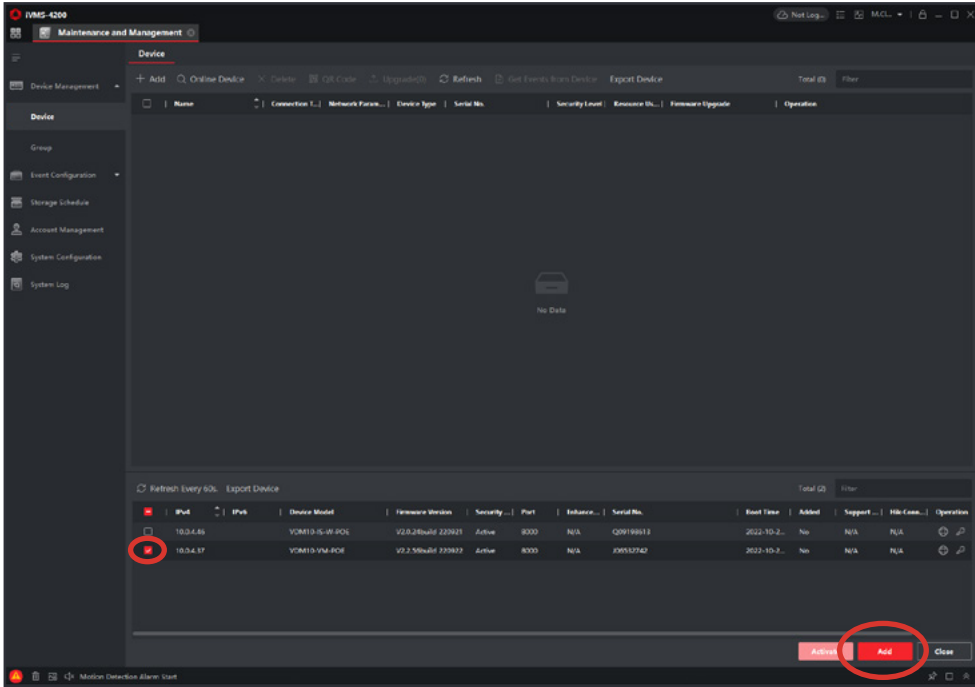
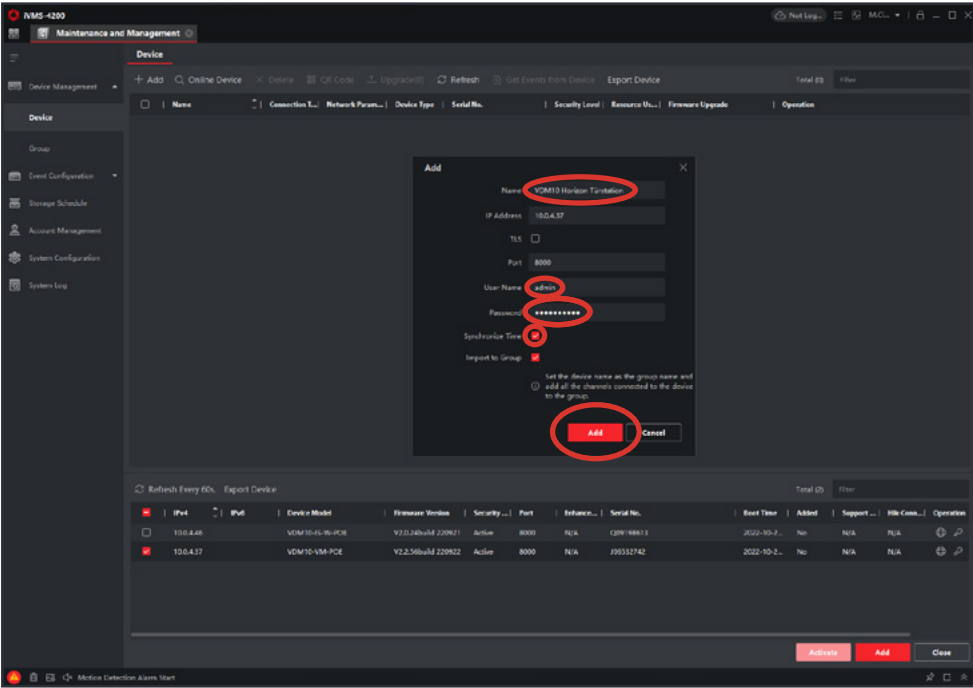

Abb.3
Abb.4
- 1. Unten im Fenster (Abb.3) finden Sie nun Ihre VDM10 Geräte aufgelistet:
Wählen Sie nun Ihre VDM10 Horizon Türstation aus, indem Sie einen Haken in die „Checkbox“ neben dem Gerät setzen und klicken Sie auf „Add“ (Abb.3). Tragen Sie bitte einen Gerätenamen, den User Name: „admin“ und Ihr, bei der Einrichtung vergebenes, Gerätepasswort ein. Setzen Sie außerdem einen Haken in die Checkbox „Synchronize Time“ und klicken Sie auf „Add“ (Abb.4).